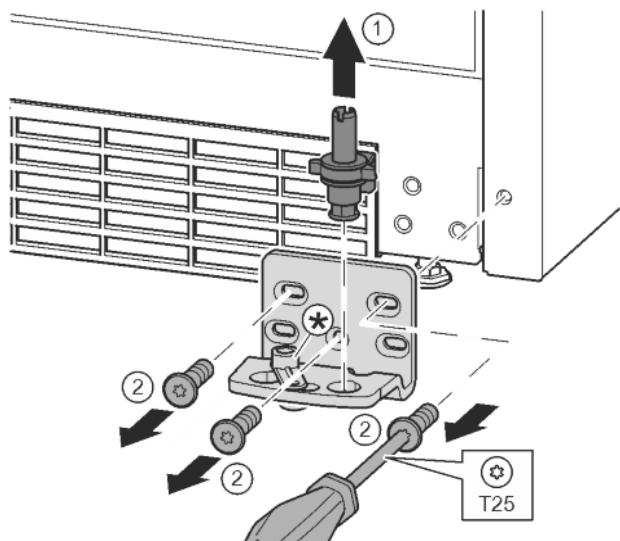

Fig. 11
- Опорний гвинт цілком витягніть рухом вгору. Fig. 11 (1)
- Викрутіть гвинти за допомогою викрутки T25 та зніміть опорний кронштейн. Fig. 11 (2)